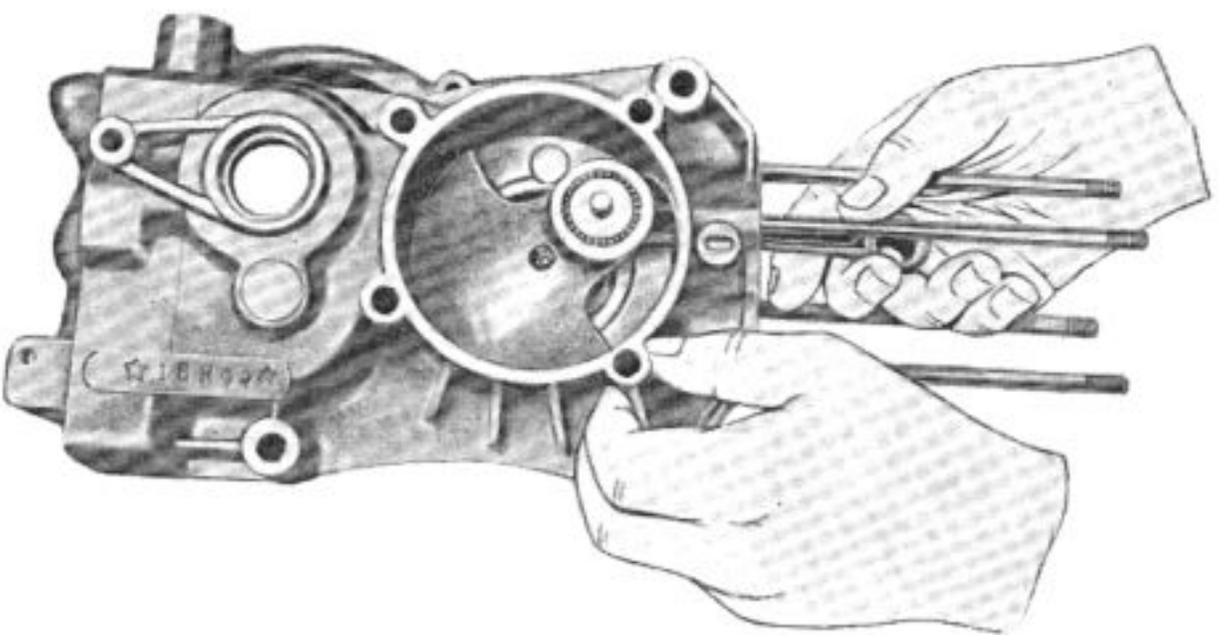

Fig. 17 - Come viene montata la biella sull'albero motore
- III) montare la biella sull'albero motore come è dimostrato a fig. 17;